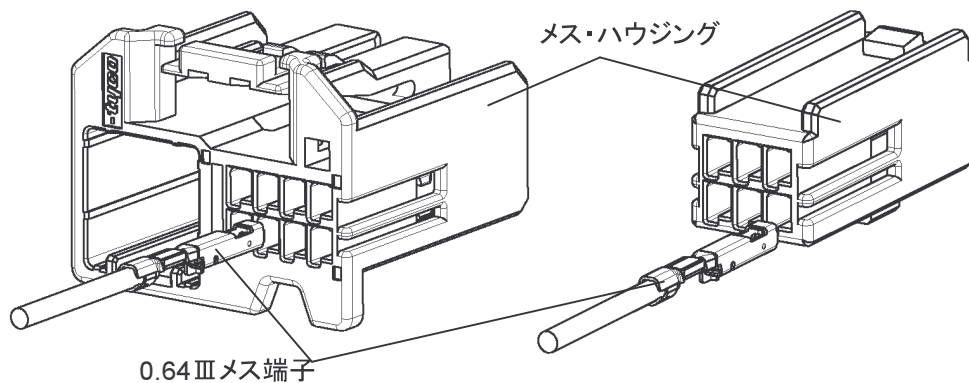

Fig.9
(3) Fig.9 のような向きにメス端子を指定のキャビティ(メス端子が収納される穴)に挿入します。ランスが係止され、それ以上挿入できなければ完了です。